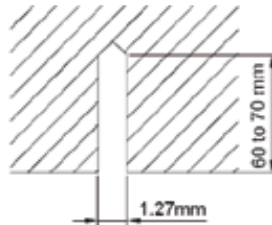

Fig.7
- (2). Montați bolțurile în tavan într-un loc destul de rezistent pentru a putea suspena unitatea. Marcați pozițiile bolțurilor conform șablonului de montare. Cu un burghiu pentru beton, dați găuri cu diametrul de 12,7mm (1/2"). (Fig. 7)